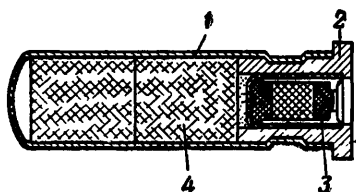

Рис. 15. Запал (в разрезе):
31. Запал (рис. 15) мгновенного действия предназначен для взрыва разрывного за-